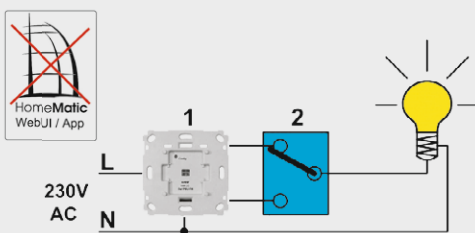

Bild 8: Die Wechselschaltung mit Funk-Schaltaktor [1] umgerüstet
Auch hier gibt es wieder mehrere Lösungen, um HomeMatic-Komponenten in dieses System zu integrieren. Version 1 ist in Bild 8 zu sehen. Der netzversorgte Wechselschalter (1) wird durch den Funk-